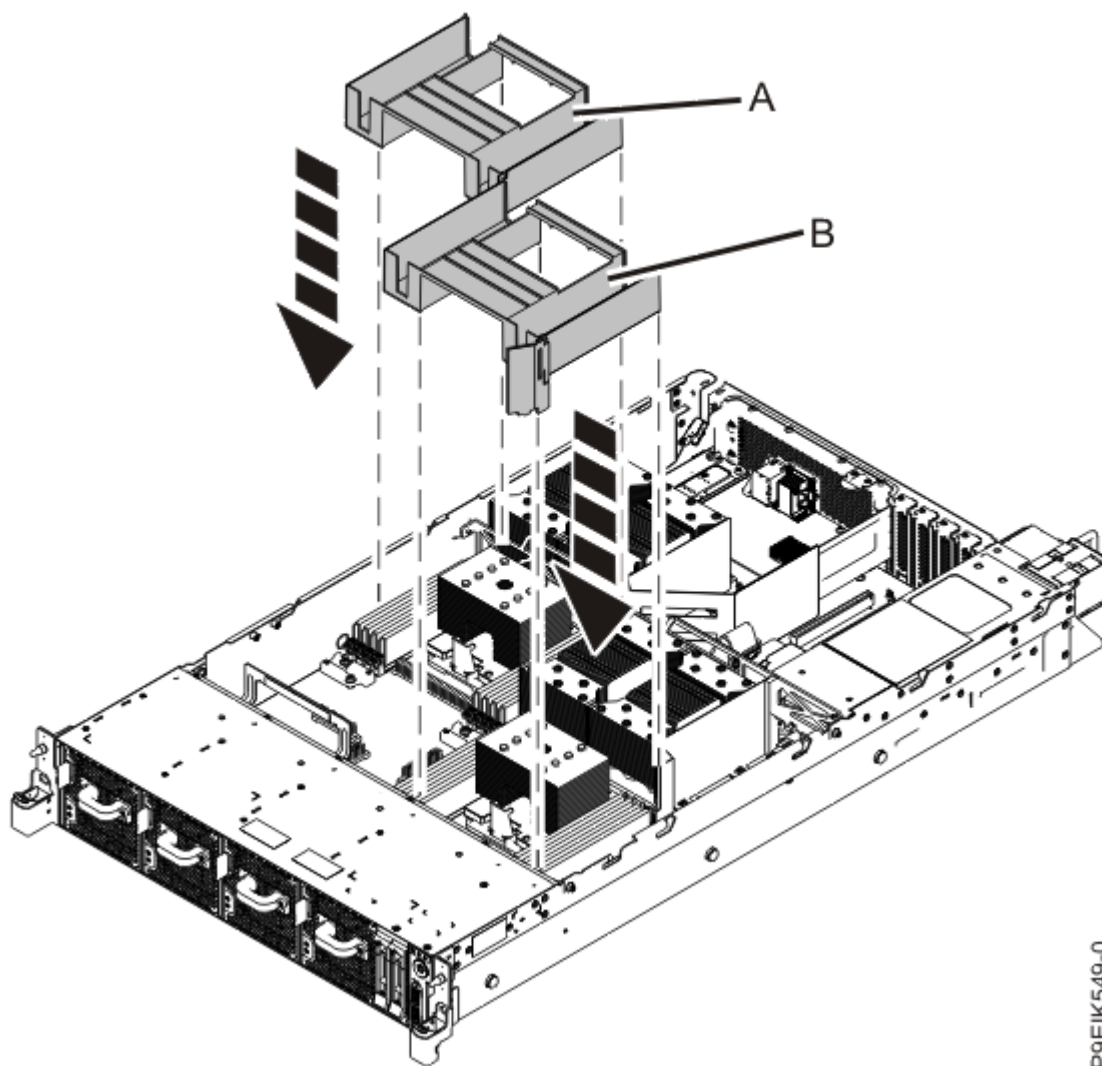

Figura 30. Sustitución de los deflectores de aire del procesador del sistema
7. Vuelva a colocar los deflectores de aire (A) y (B) tal como se muestra en la Figura 30 en la página 41.